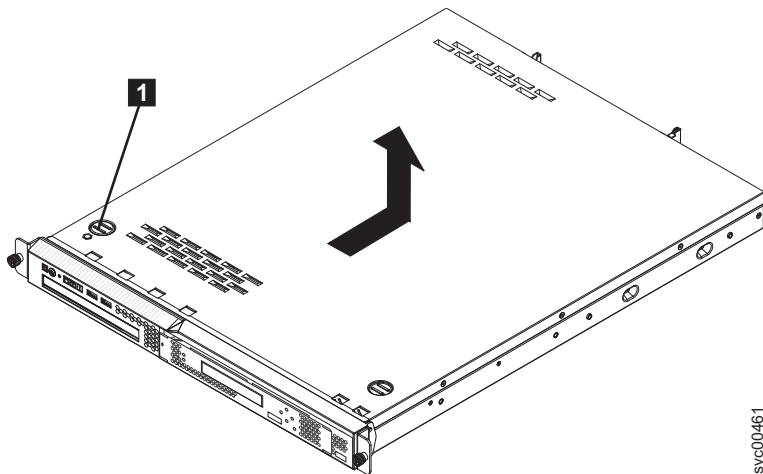

図 66. SAN ボリューム・コントローラー 2145-8A4 カバーの取り外し
3. 90 ページの図 66 に示すように、カバー解放ボタン 1 を押します。